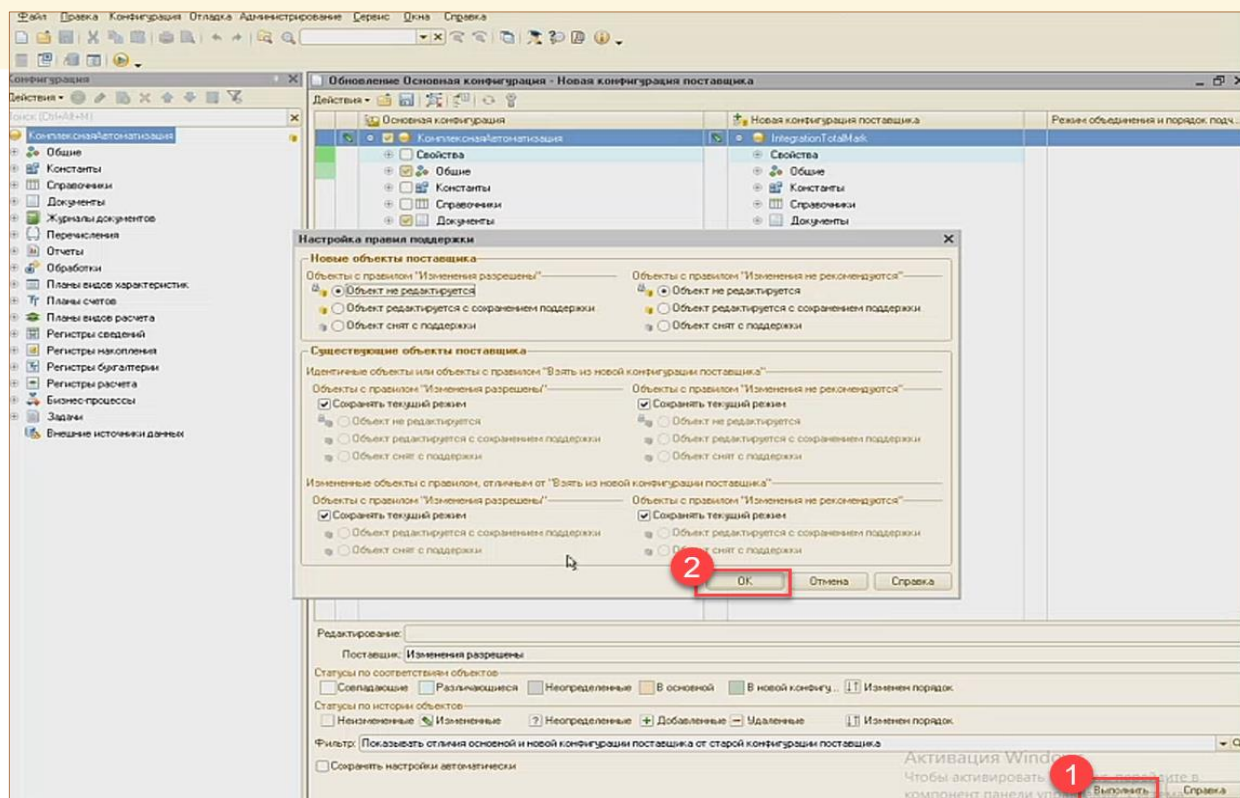

Рис. 11.33 – Обновление конфигурации
- 6) Нажать «Выполнить». После этого автоматически будут отмечены только те объекты, которые входят в Коннектор. В настройках правил поддержки оставить все пункты по- умолчанию и нажать «ОК» (Рис. 11.33);